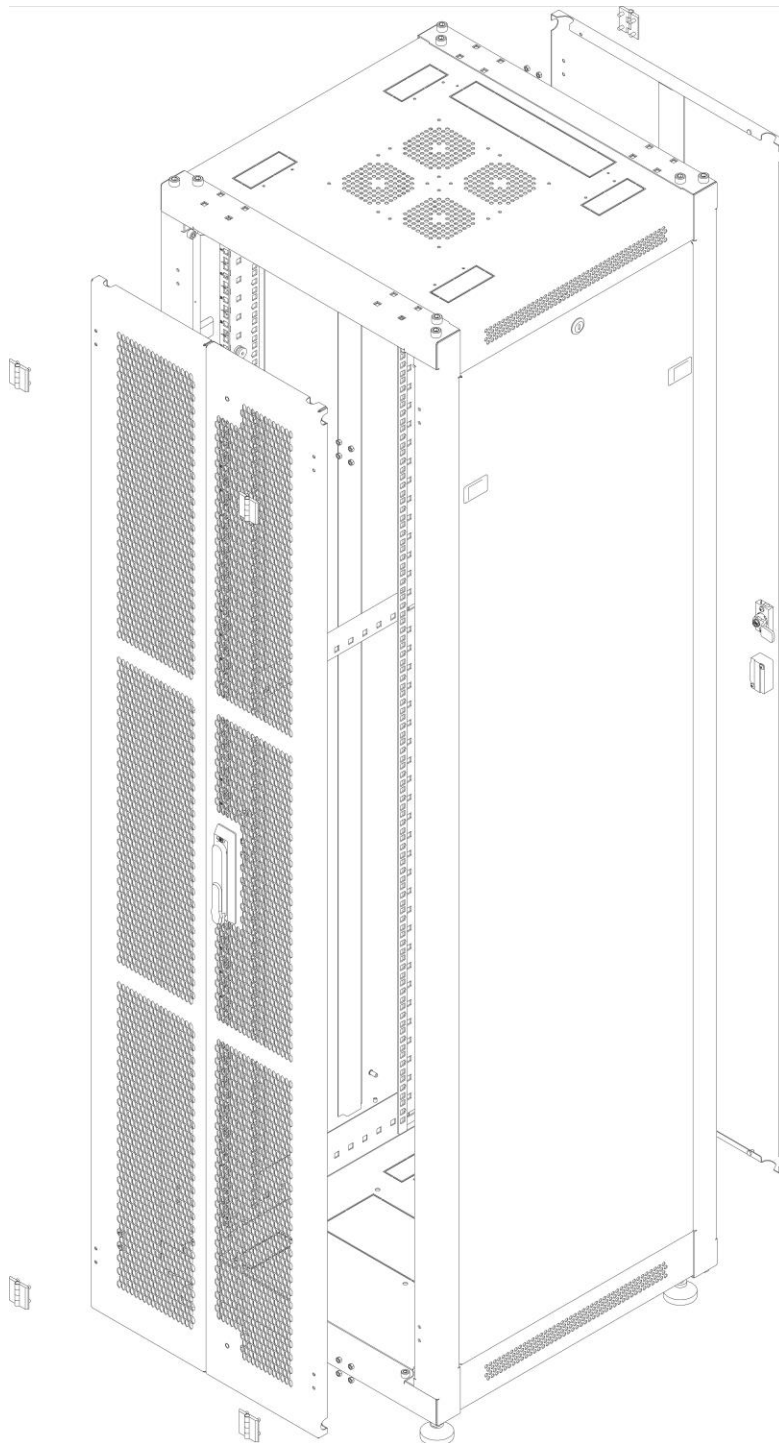

Рисунок 5 – установка дверей.
7.1.5 Установить дверь (1.7 / 1.8 / 1.9 / 1.10 и 1.11) в зависимости от комплектности шкафа на раму (1.1), используя петлю и крепеж из комплекта двери. Аналогичным образом установить вторую дверь. (рисунок 5).